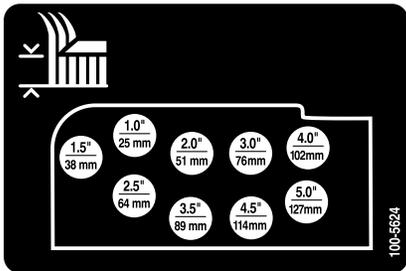

Figura 18
9. Montate le catene dell'altezza di taglio nel foro dell'altezza di taglio desiderata (Figura 18) usando il perno con testa e la coppia.